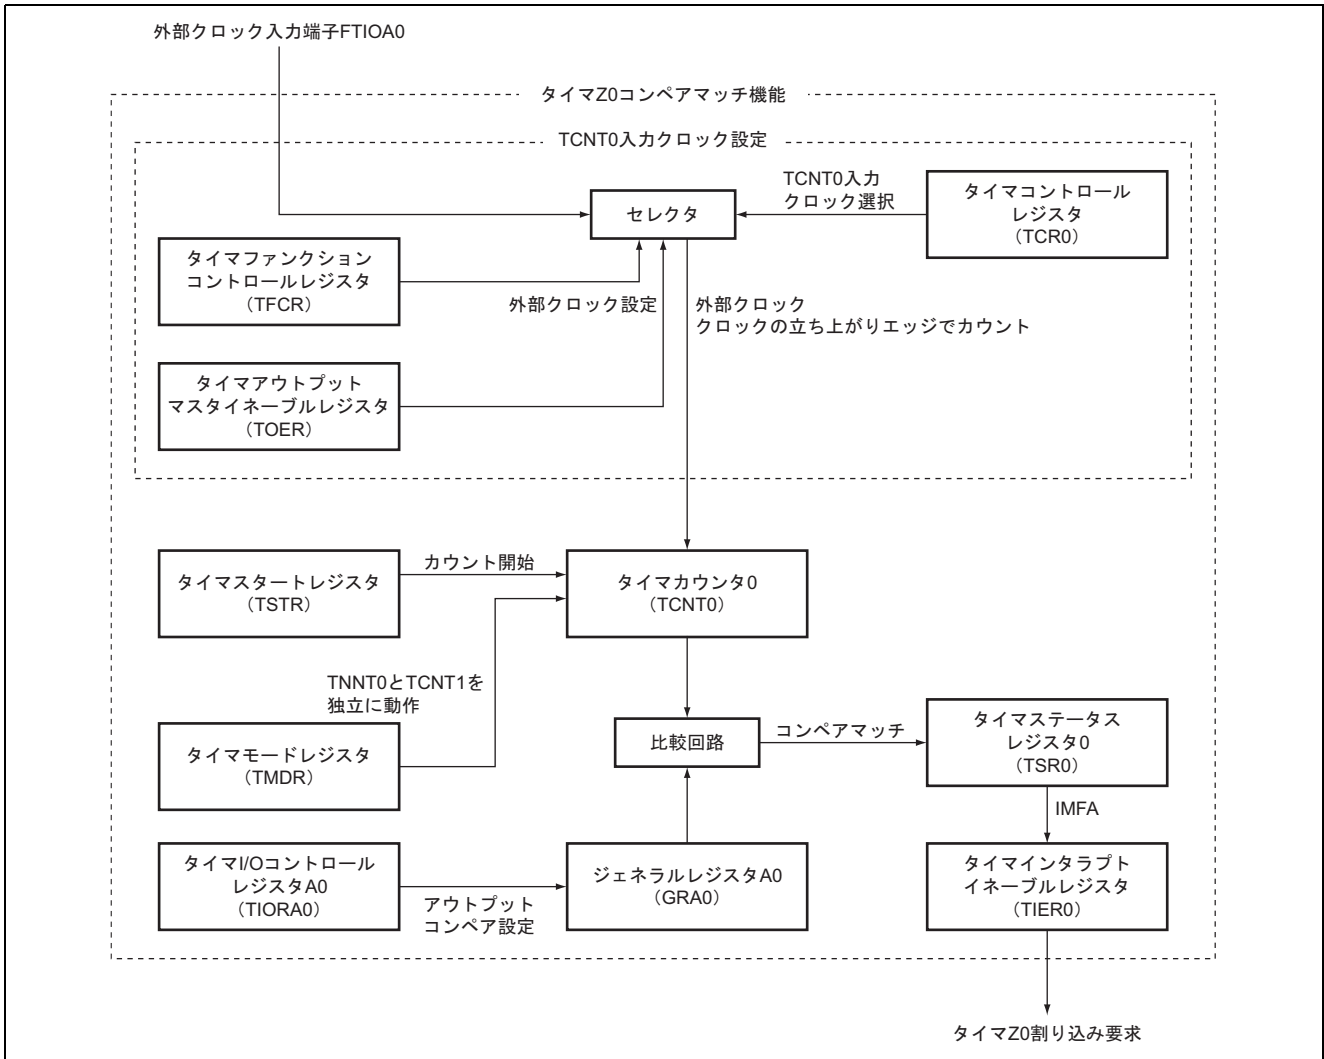

図 2.1 タイマ Z0 外部入カクロックカウントのブロック図
1. 本タスク例では、タイマ Z0 を使用して、FTIOA0 入力端子に入力されたパルスの立ち上がりエッジをカウントします。タイマ Z のブロック図を図 2.1 に示します。以下にタイマ Z のブロック図について説明します。